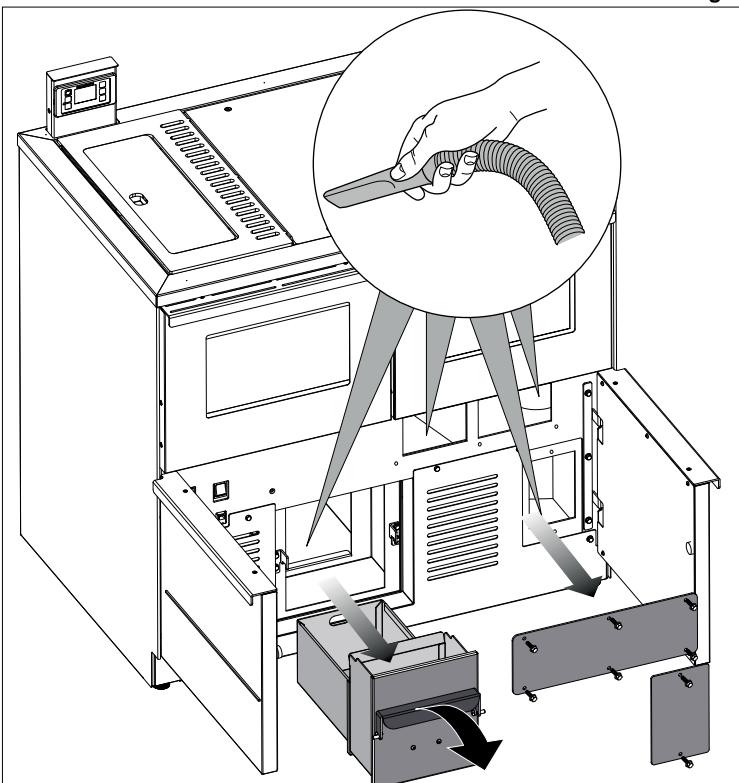

Fig. 5
3. accedere ai vani di ispezione svitando le viti dei due tappi frontali (fig. 5)
5. pulire per bene i vani aiutandosi con un aspiracenere (fig. 5)
3. access the inspection compartments by loosening the screws of the front two caps (Fig. 5)
5. clean the compartments well with the aid of an ash vacuum cleaner (fig. 5)
3. Zum Zugang an die Inspektionsräume, schrauben Sie die Schrauben der beiden vorderen Kappen ab (Abb. 5)
5. Reinigen Sie die beiden Fächer mit Hilfe eines Aschesaugers (Abb. 5).